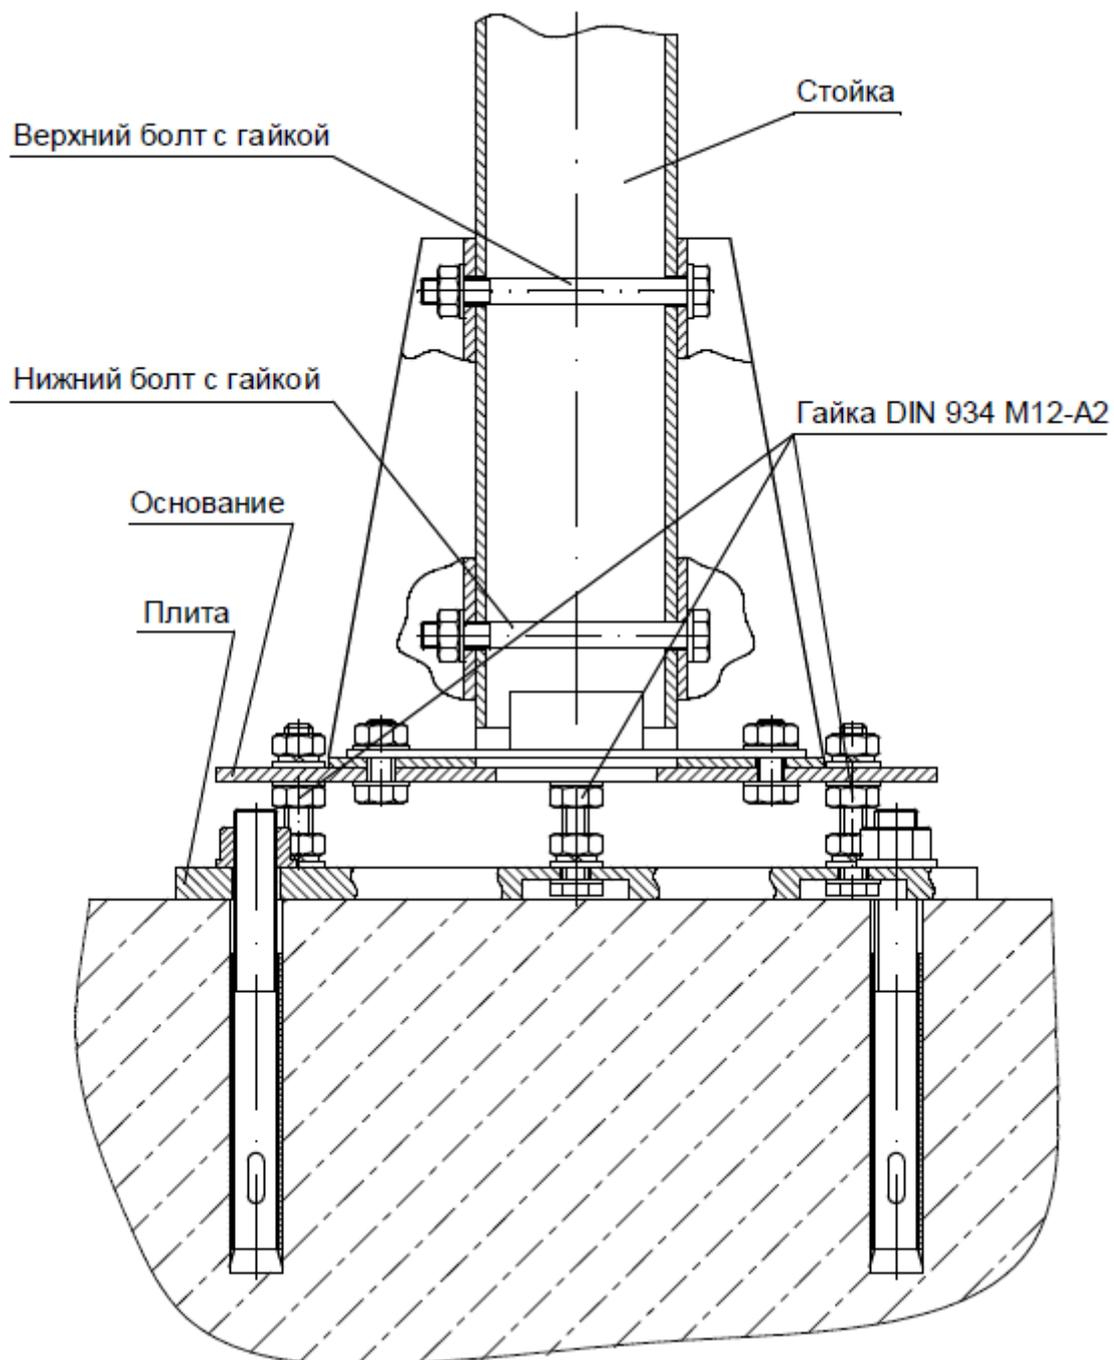

Рисунок 2.7 – Монтаж стойки
Установить прибор над плитой так, чтобы три болта прошли через крепежные отверстия основания стойки (рисунок 2.7).
Вертикальное положение стойки прибора отрегулировать с помощью гаек DIN 934 M12-A2 из комплекта монтажной стойки (рисунок 2.7). Рекомендуется использовать строительный уровень или отвес. Закрепить прибор, используя шайбы, шайбы DIN 127 B 12-A2, гайки DIN 934 M12-A2 из комплекта монтажной стойки. При регулировке и закреплении прибора использовать ключ рожковый односторонний 17 мм из комплекта инструмента и принадлежностей стойки.
- поддерживая стойку, отвернуть нижнюю гайку и вынуть нижний болт, соединяющие основание со стойкой. Гайку верхнего болта ослабить на 0,5 – 1 оборот (рисунок 2.7);
Монтаж основания стойки промежуточной на фундаменте осуществляется аналогично монтажу стойки на фундаменте (рисунок 2.7).